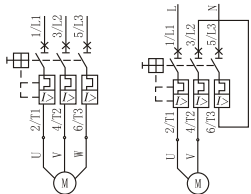

图5 三相电动机接线图 图6 单相或直流电动机接线图
8.3.3 对于保护不同功能的电动机, 其接线方法亦有所不同, 三相电动机接线见图5; 单相或直流电动机接线见图6。